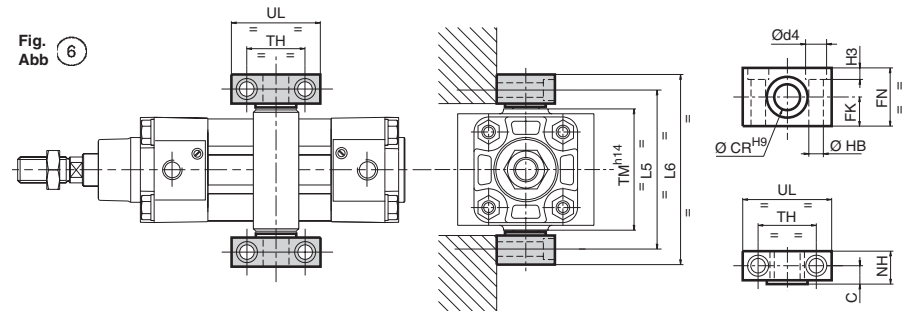

Fig. 6
- Les supports de tourillon permettant l'adaptation suivant fig. 6
- The supports enable mounting according to fig. 6.
- Die Stützen ermöglichen eine Montage gemäß Abb. 6.
- I supporti della cerniera centrale permettono no il montaggio come da fig. 6
- Los soportes de charnela que permiten su adaptación como aparece en la fig. 6.
- De bevestigingssteunen die montage volgens fig. 6 mogelijk maakt.